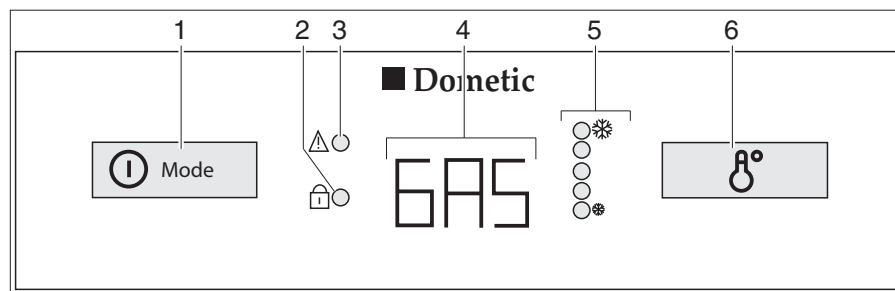

Bild 353 Reglage, knappar för kylskåpet (Dometic 8-serie med AES)
Vid störningar blinkar LED-indikatorn störning "⚠" (Bild 353,3).
Om 230 V-försörjningen **inte** är ansluten och fordonets motor är **avstängd**, väljer AES driftläget gasdrift. När gasdriften väljs öppnas tändsäkringen automatiskt så att gas kan strömma till brännaren. Samtidigt tillkopplas den elektroniska tändaren. Om gaslågan skulle slockna, t. ex. på grund av att det blåser, aktiveras tändaren direkt igen och tänder gasen. Vid störning i gasdriften blinkar texten "GAS" i driftindikeringen (Bild 353,4).
När kylskåpet sätts på väljs automatiskt en termostatinställning i mittläge. Denna inställning kan ändras manuellt med brytaren för temperaturinställning (Bild 353,6). LED-indikatorerna (Bild 353,5) visar den valda termostatinställningen. Med hjälp av denna knapp ställs kyltemperaturen in för alla tre energikällorna. Det tar alltid några timmar innan man har en normal drifttemperatur i kylskåpet. Om en omkoppling sker till en annan energikälla förändras termostatinställningen inte. Kyltemperaturen bibehålls oberoende av den valda energikällan.
- Tryck på strömbrytaren/energiväljaren (Bild 353,1) i två sekunder för att starta apparaten. Det senast valda driftläget visas i driftindikeringen (Bild 353,4).
- Välj energikälla med strömbrytaren/energiväljaren (Bild 353,1).
- Ställ in kyltemperaturen på väljaren för temperaturinställning (Bild 353,6). LED-indikatorerna (Bild 353,5) visar den valda termostatinställningen.
- Tryck på strömbrytaren/energiväljaren (Bild 353,1) i två sekunder. Alla indikeringarna slocknar.